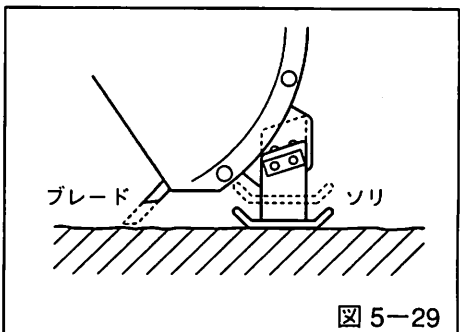

図 5-29
- 整地された路面、アスファルト路面を除雪する場合にはソリのボルトを緩めてソリを上に向け、ブレードをソリと同じ高さでセットすれば、路面スレスレまできれいに除雪ができます。(図5-29参照)